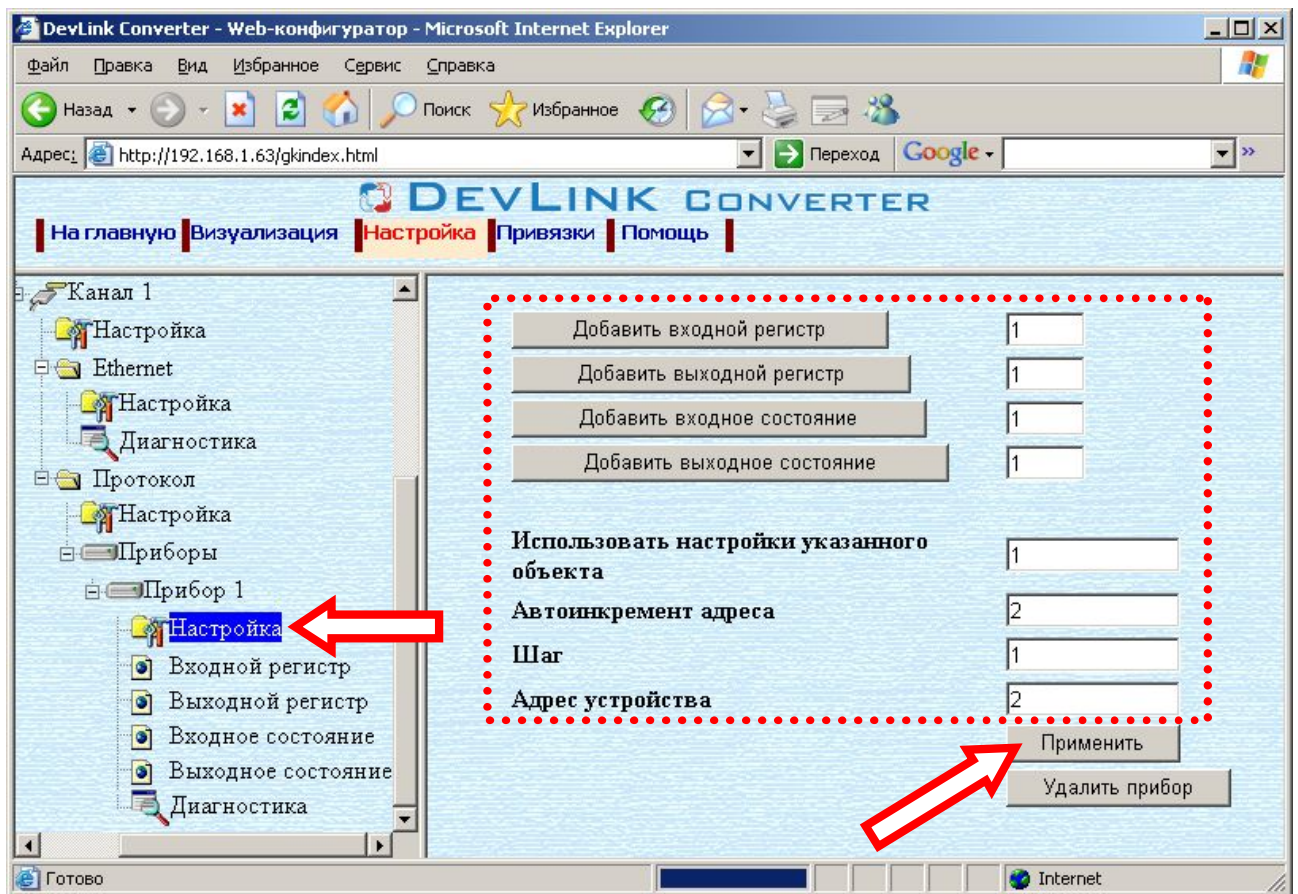

Рисунок 3.7 – Добавление регистров
- Выберите в дереве прибора папку *«Настройка»* (рисунок 3.7).